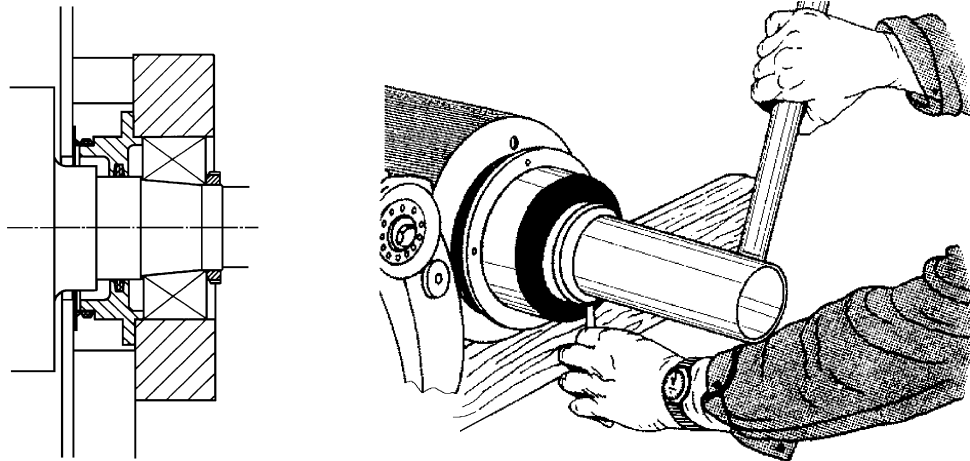

Fig. 8.7
8. Wellenmutter mit einem Rohrschlüssel festziehen. Sicherstellen, dass sich die Walzen beim Festziehen und Lösen nicht verdrehen können (*siehe Fig. 8.7, 38*).